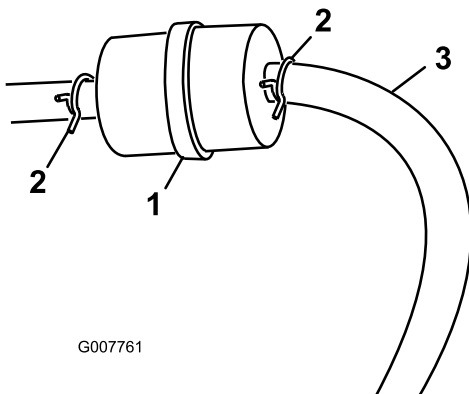

图21
3. 将软管夹的两端挤压到一起，将它们滑离滤清器（图21）。
5. 安装新的滤清器，并将软管夹移近滤清器（图21）。
3. 松开燃油滤清器上的软管夹，沿燃油管向上滑动，使之离开燃油滤清器（图21）。
4. 从燃油滤清器上断开燃油管（图21）。
**注意：** 让汽油排入燃油容器或放油盘（图21）。
5. 将燃油管安装到燃油滤清器上。将软管夹滑近燃油滤清器，固定燃油管（图21）。